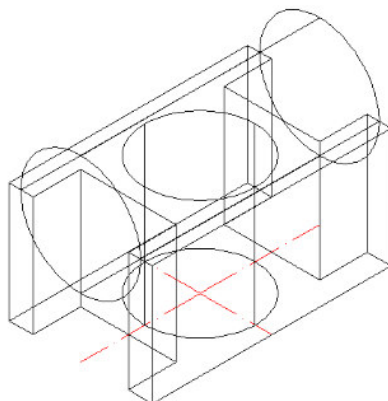

Рисунок 7.1.7 - Выдавливание контура
- Задать высоту выдавливания: - 100 мм, **Enter**. Рисунок 7.1.7